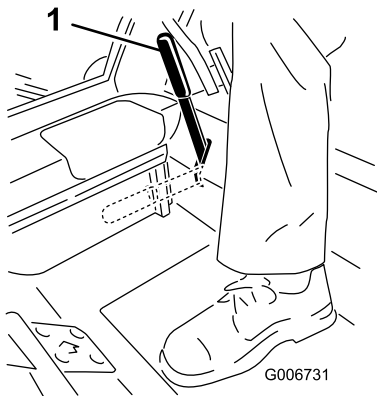

Figura 10
2. Tire de la palanca del freno de estacionamiento hacia arriba y hacia atrás para poner dicho freno (Figura 10). La palanca del freno de estacionamiento debe permanecer firmemente en esa posición.
Empuje hacia adelante y hacia abajo la palanca del freno de estacionamiento para quitar dicho freno (Figura 10).